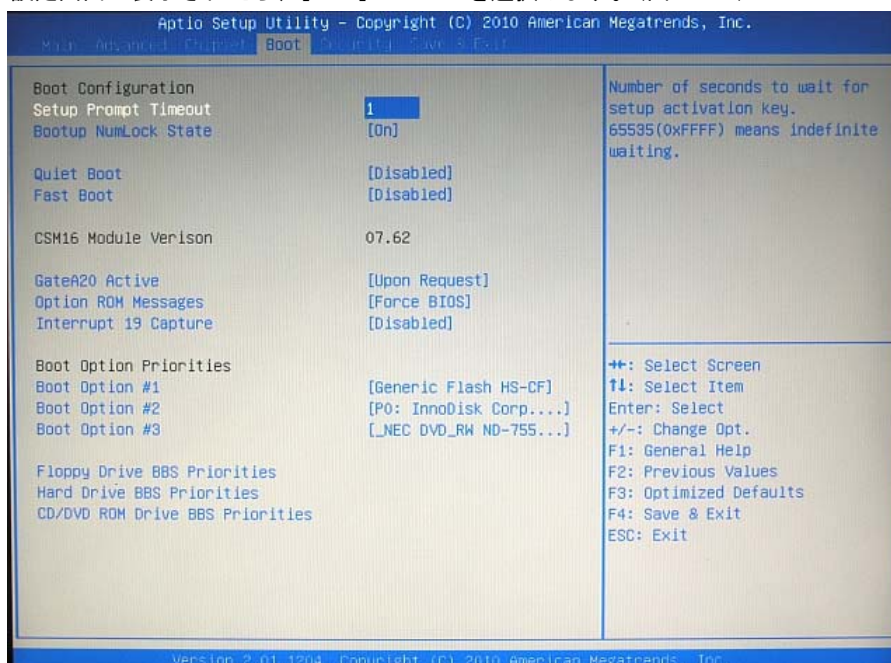

図 6-1-1. BIOS 設定 Boot メニュー
- ① LAN ケーブルが接続されている場合は、LAN ケーブルを取り外してください。
- ② USB メモリ、SD カードなどのストレージメディアが接続されている場合は、ストレージメディアを取り外してください。また、サブストレージ（mSATA2）が接続されている場合は、サブストレージを取り外してください。
- ③ USB-DVD ドライブにリカバリ DVD を入れ FC7 シリーズ本体に接続します。
- ④ USB キーボードを接続します。
- ⑤ 電源を入れます。BIOS 起動画面が表示されたところで[DEL]キーを押し、BIOS 設定画面を表示させます。
- ⑥ BIOS 設定画面が表示されたら、[Boot]メニューを選択します。（図 6-1-1）